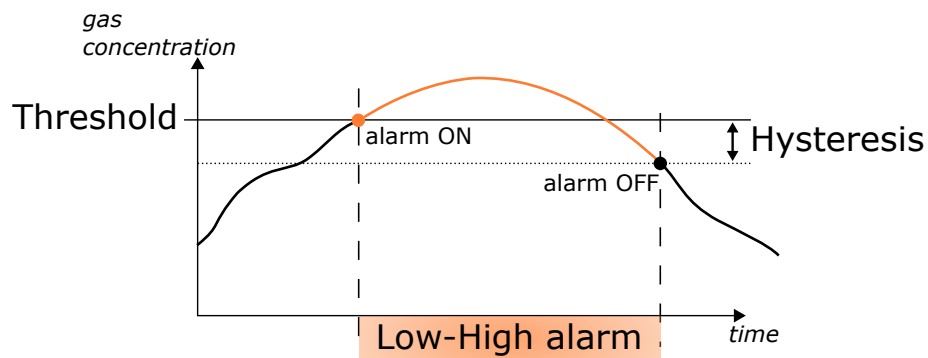

Abbildung 7.10: Hystereseverhalten bei Einstellung des Grenzwerttyps Low-High.
- **L/H**: Grenzwert schaltet ein bei Überschreiten des Threshold, er wird ausgeschaltet bei Unterschreiten von Threshold - Hysterese, siehe Abbildung 7.10.